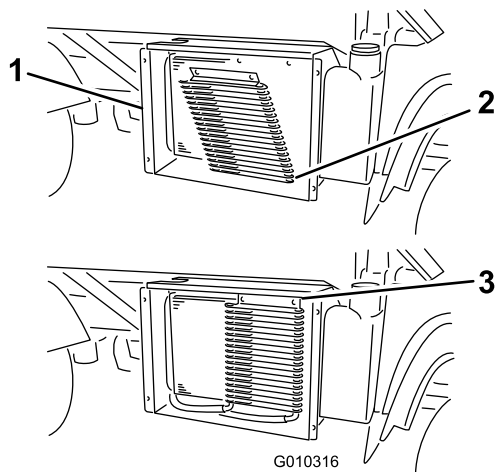

Figura 53
6. Si está instalado, abra los cierres y gire el enfriador de aceite, separándolo del radiador (Figura 53).